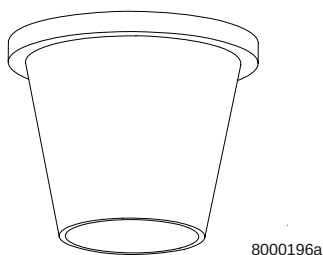

图5：8 检查消化管接头上的划伤和裂纹
3. 检查消化管接头的内部和外部是否有刮伤和裂纹，见图 5：8。同时检查橡皮是否硬化。如果必要更换消化管接头。